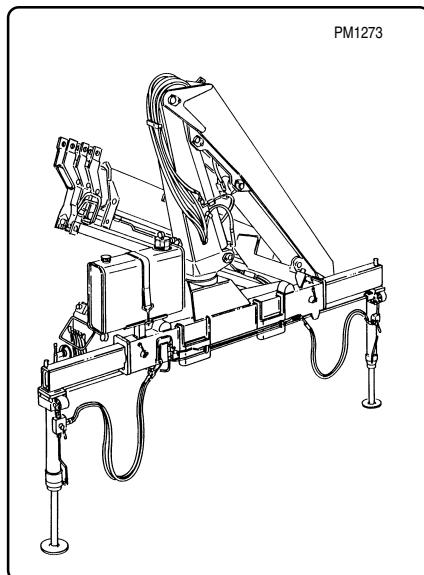

fig. 8.5.13
c) chiudere tutti i martinetti (compresi gli stabilizzatori) mettendo la gru in posizione di riposo (fig. 8.5.13) e ripetere l'operazione di svuotamento del serbatoio;
c) *close all the cylinders (including the outriggers) to put the crane into rest position (fig. 8.5.13) and repeat the operation of the oil changement;*